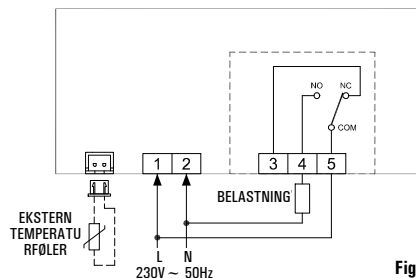

Fig. 5
- 4 Foretag den elektriske tilslutning ifølge tilslutningsdiagrammerne i Fig. 5 og 6.
Udgangen, terminalerne 3, 4 og 5, er fri for spændinger og isoleret med dobbeltisolering i forhold til resten af termostaten. Det er derfor muligt at forsynet termostaten med høj spændingsbelastning (230 V ~) og samtidigt have en belastning med lav spænding SEL (24V ~), som vist i Fig. 5 og 6.